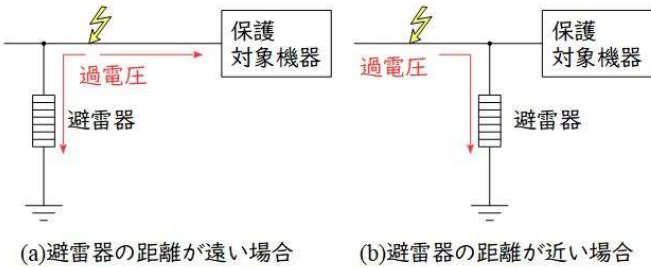

図2
② SiCではある閾値電圧までは電流を流さないように、物理的に空けき(直列ギャップ)を設けています。
- ・図2に示すように、避雷器は対象機器に近接して設置する方が、同じ地点で誘導雷等による過電圧が発生しても影響を受けにくくなり、反射等の影響も発生しにくくなるため望ましいです。